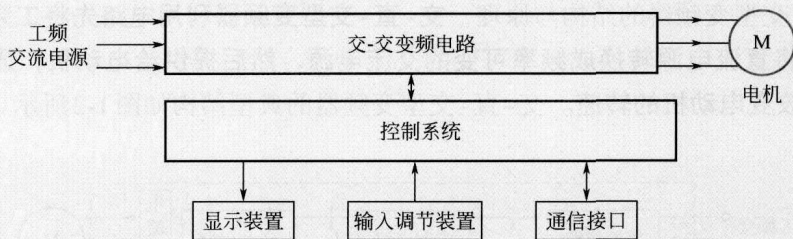

图 1-3 交-交型变频器的结构框图
② 交-交型变频器的结构与原理 交-交型变频器利用电路直接将工频电源转换成频率可变的交流电源并提供给电机，通过调节输出电源的频率来改变电机的转速。交-交型变频器的结构如图 1-3 所示。从图中可以看出，交-交型变频器与交-直-交型变频器的主电路不同，它采用交-交变频电路直接将工频电源转换成频率可调的交流电源的方式进行变频调速。